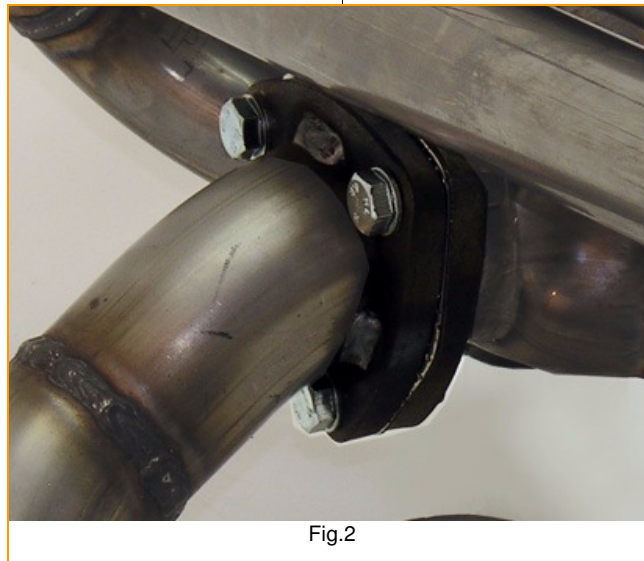

Fig.2
- Now install the mufflers to the header flange using the M8x30 bolts, 8.4mm washers and hex nuts. (Fig.2)
- Nun können Sie den Schalldämpfer am Fächerkrümmer montieren. Hierzu werden die 30 mm langen Schrauben, Unterlegscheiben und Sechskantmutter verwendet. (Fig.2)